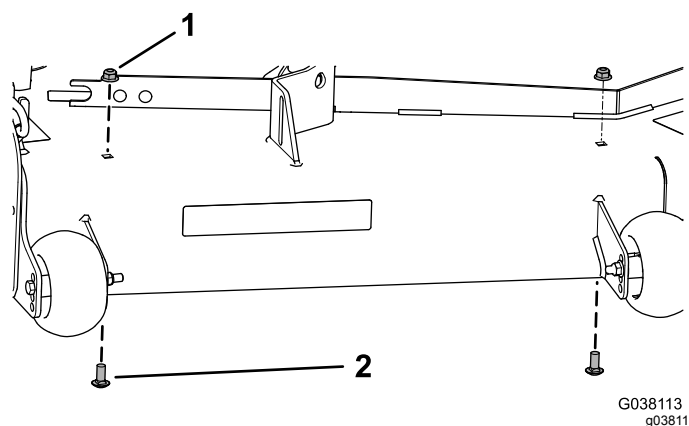

Bild 15
- Entfernen Sie die zwei vorhandenen Bundmutter ($\frac{3}{8}''$) und zwei Schlossschrauben ($\frac{3}{8}'' \times \frac{7}{8}''$) vom Mähwerk (Bild 15).